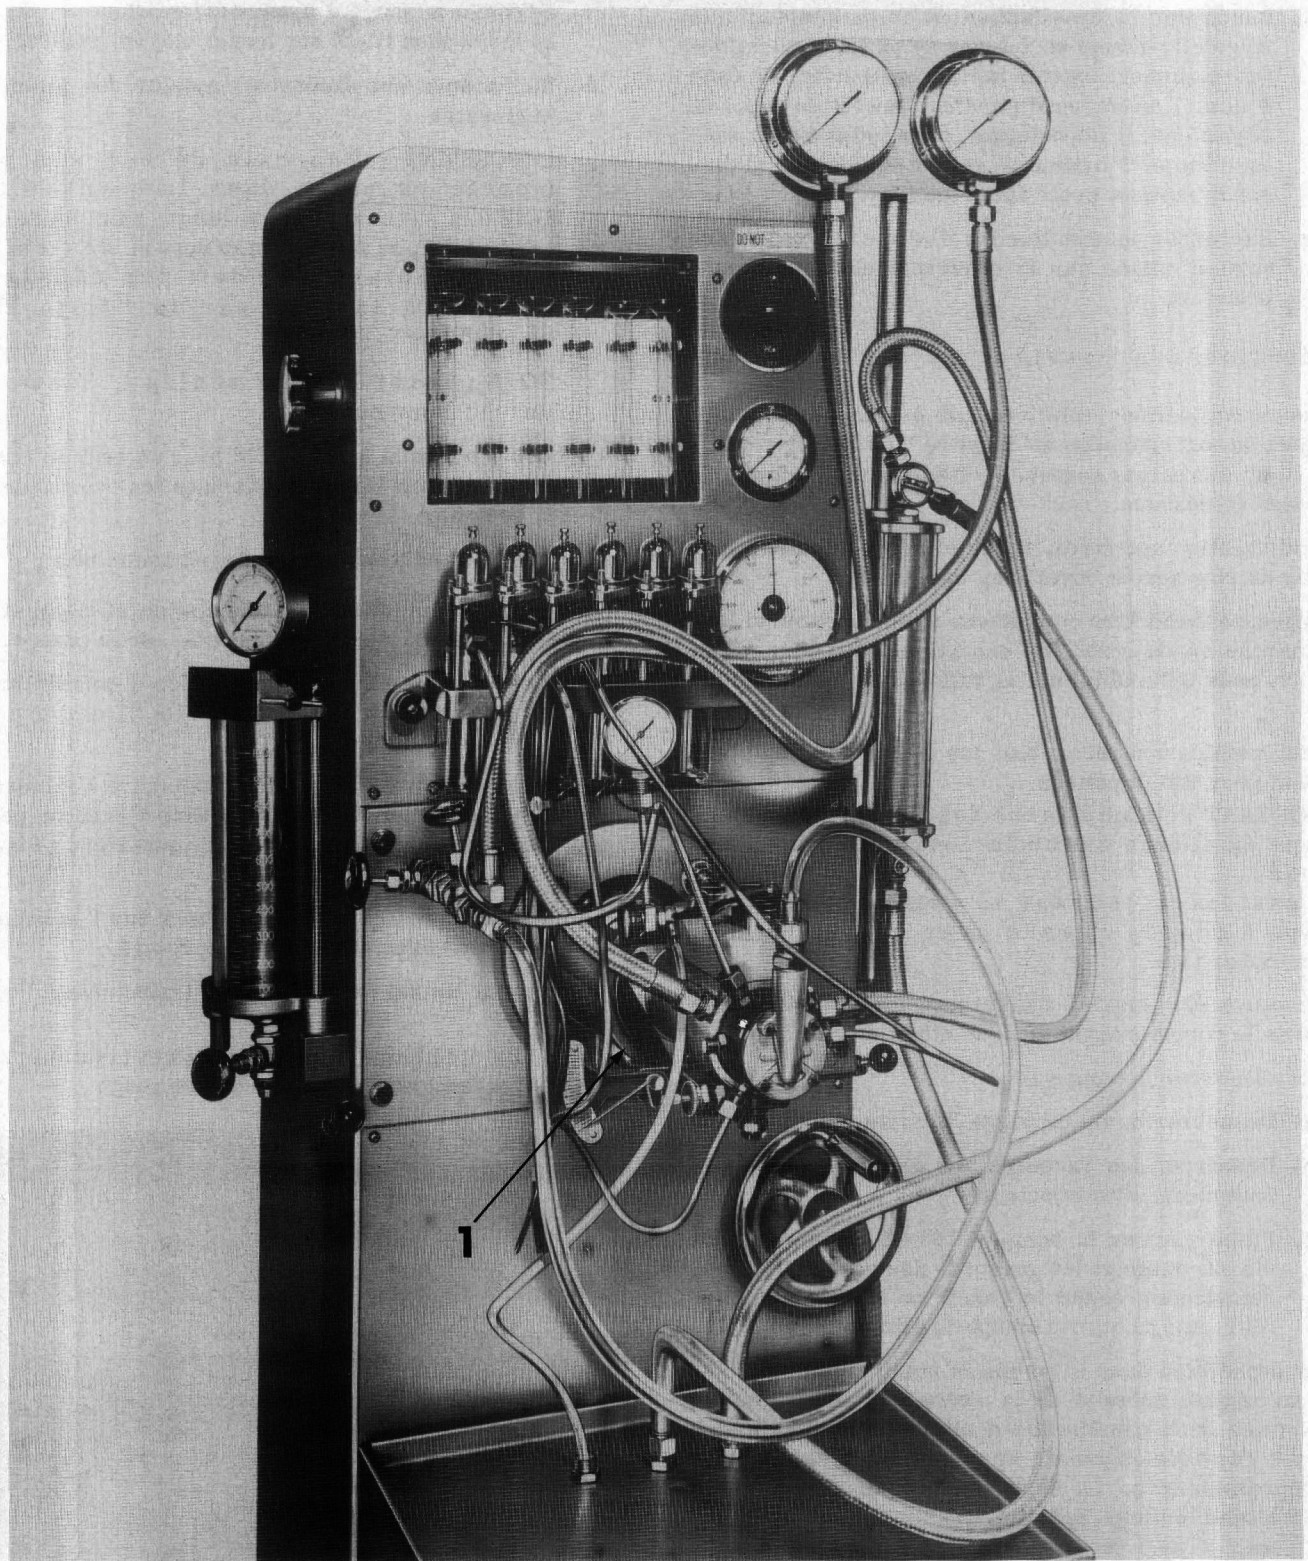

FIGURE 71 : Pompe d'injection montée sur machine à tarer — 1 = Outil N° CA 65.
- b. Extraire la vis centrale du bouchon fileté du boîtier d'avance. Placer la rallonge et le support de l'outil N° CA 65 sur le cadran réglable, introduire l'outil dans le bouchon fileté qui maintient le support du cadran. Régler le cadran de telle façon que l'aiguille soit sur zéro (Figure 71).